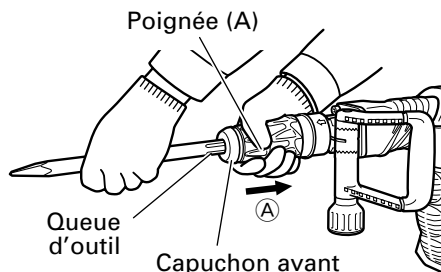
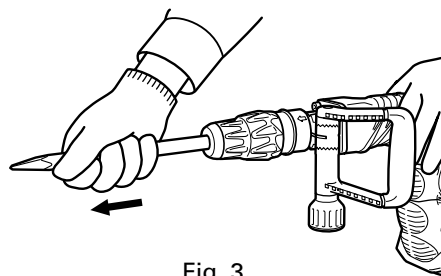
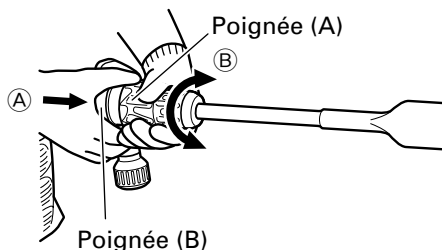

Fig. 2
Fig. 3
Fig. 4
- (1) Nettoyer la section de la queue de l'outil.
- (2) Comme indiqué sur la Fig. 2, tirer sur la poignée (A) dans le sens (A), et insérer l'outil dans l'un des orifices du capuchon avant.
- (3) Régler la position de la rainure tout en tournant l'outil, et l'insérer encore davantage jusqu'à ce qu'il touche le fond de l'orifice.
- (4) Ramener la poignée (A) sur sa position d'origine, tirer sur l'outil et vérifier qu'il est bloqué à fond. (Fig. 3)
- (1) Comme indiqué sur la Fig. 4, si l'on tourne la poignée (A) dans le sens (B) de telle sorte que la poignée (B) glisse dans le sens (A), il sera possible de modifier librement l'angle de la lame sur n'importe quelle position.
- (2) Libérer la poignée (B) et tourner l'outil, et vérifier qu'il est bloqué à fond.
Comme indiqué sur la Fig. 2, tirer sur la poignée (A) et sortir l'outil.